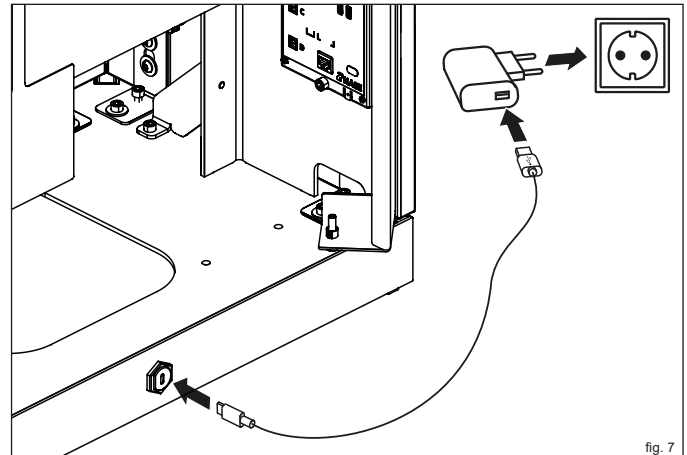

fig. 7
- ▶ Collegare il cavo USB-C con il raccordo presente sulla stufa e con la spina (fig. 7).
- ▶ Collegare la spina con la rete elettrica (fig. 7).